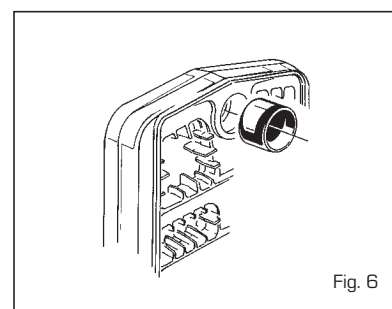

Fig. 6
- maak een tussenstuk klaar en doe de konische nippels erin (fig. 6) nadat u deze met gekookte lijnolie gesmeerd heeft;